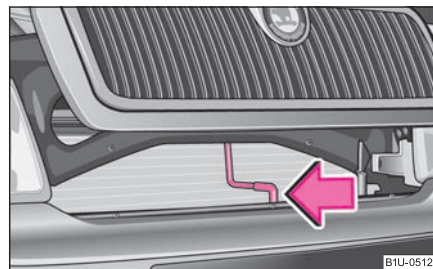

Fig. 143 Rejilla del radiador: Palanca de seguridad
- Presione la palanca de seguridad en sentido de la flecha ⇒ fig. 143 y levante la tapa.